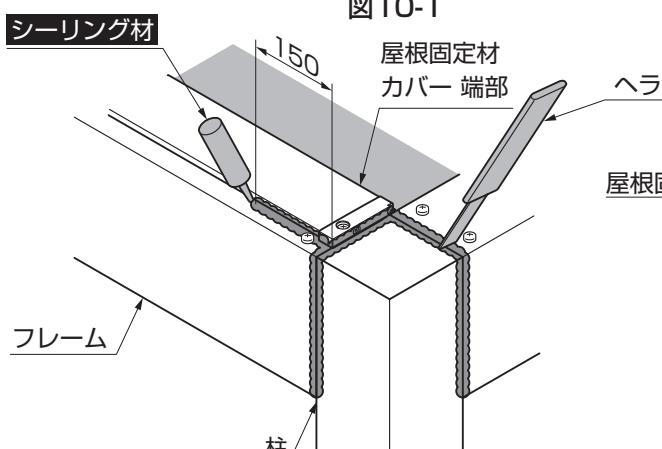

図10-3 A部詳細図
①A部柱、フレーム、固定材キャップ端部の接合部へシーリング処理をしてください。(図10-3参照)